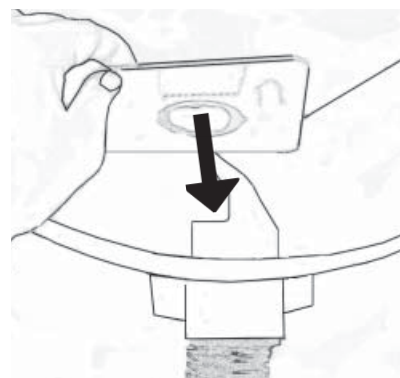

Fig. 24
1. Montar la pestaña de cartón de la bolsa con un orificio en el soporte de la bolsa, Fig. 24.